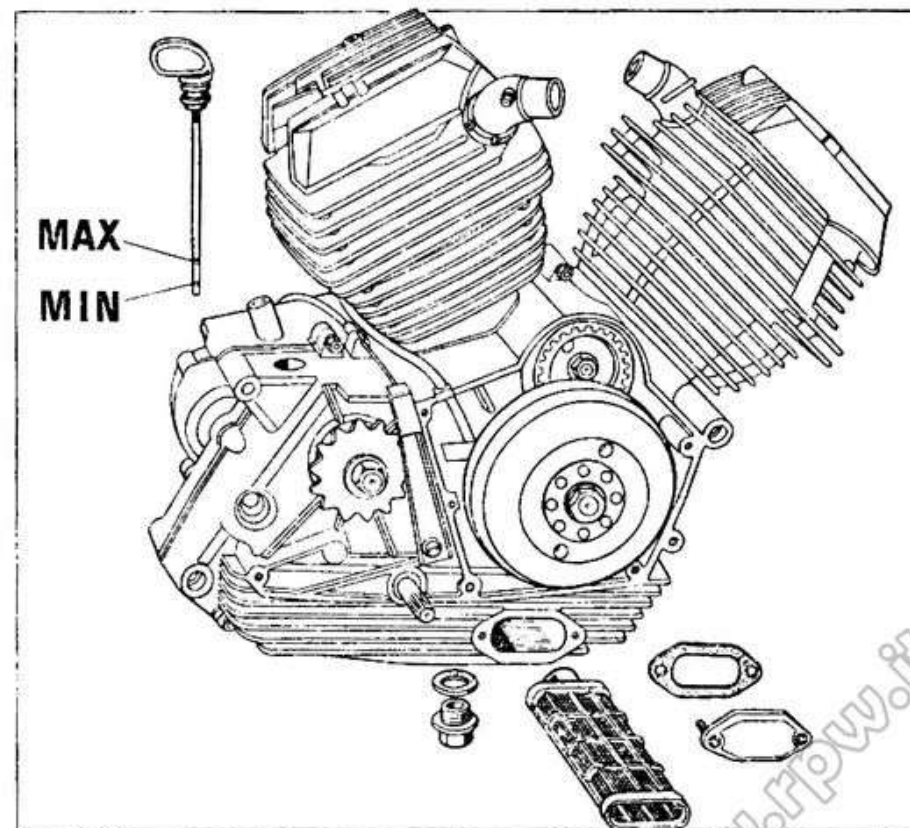

Fig.4
- 1 - Togliere il tappo posto sotto il motore (fig. 4) e curare che scarichi la maggiore quantità d'olio.
- 2 - Chiudere accuratamente il tappo, togliere l'asta a livello olio (fig. 4) e versare litri 2,5 di olio Castrol GTX2 o litri 2,0 di Castrol RS (vedi pag. 1).
- 1 - Togliere il coperchietto laterale (fig. 4).